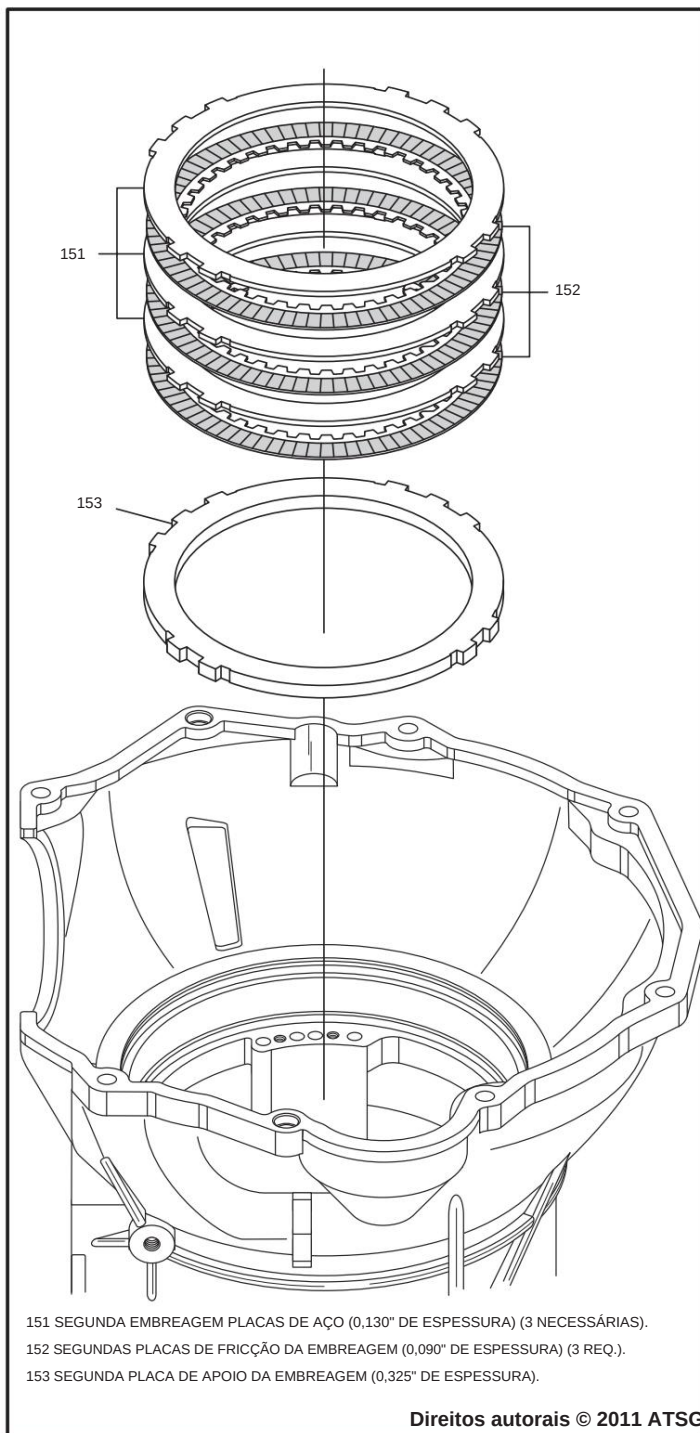

Figura 145
13. Instale a 2ª placa de apoio da embreagem na caixa, conforme mostrado na Figura 145.
14. Instale o 2º pacote de embreagem começando com uma placa de fricção e alternando com uma placa de aço até ter 3 de cada instaladas, conforme mostrado na Figura 145.